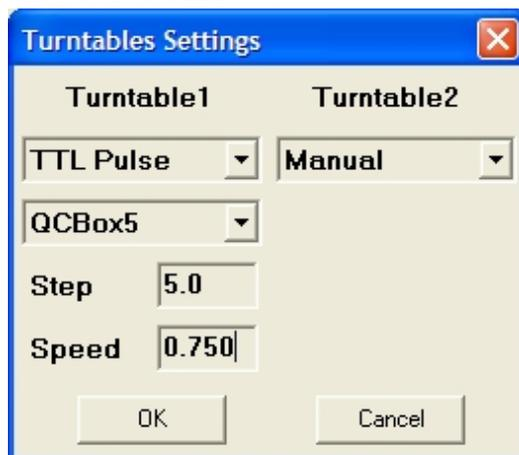

图4-13
- 6) 选择TTL 脉冲，可以通过电脑的LPT并口发生TTL脉冲信号来驱动转台工作，但是这种驱动方式仅适合单个的转台驱动，第二个转台必须选择为“手动”如图4-13。